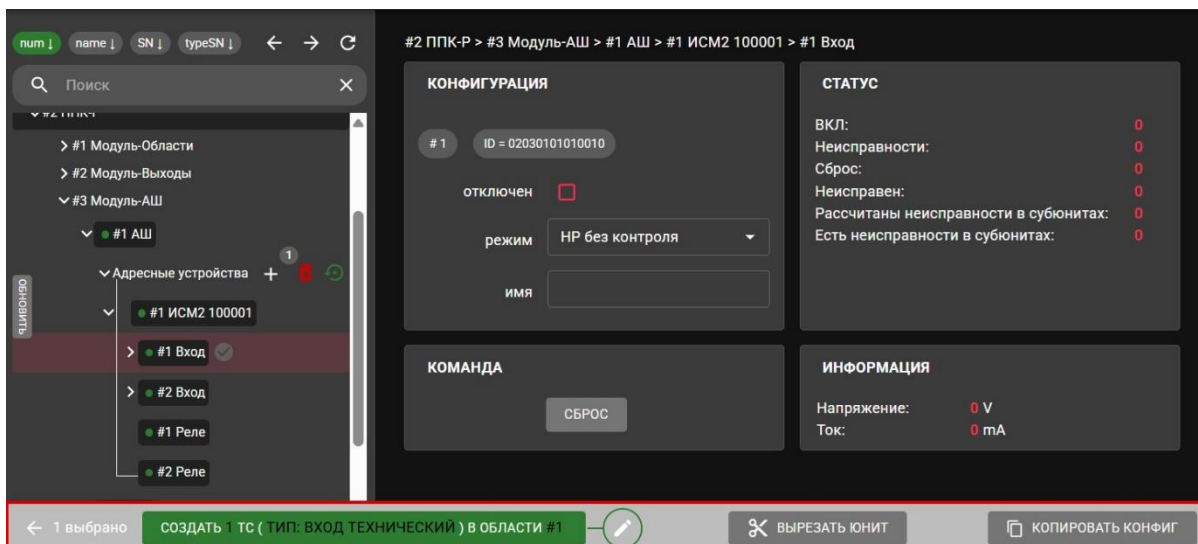

Рисунок 100
3. **Привязать Вход ИСМ2 к области**. Для привязки **#1 Входа ИСМ2** к области следует выбрать этот субюнит. В результате появится выпадающее нижнее меню конфигуратора (Рис. 100).